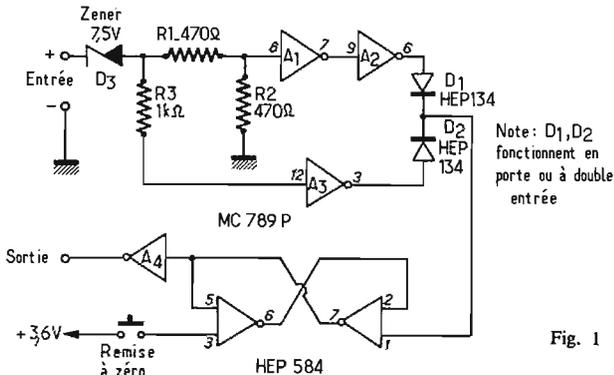

Fig. 1
**Les états logiques :** Les figures 1 et 2 sont, respectivement, les représentations logiques et schématiques du circuit dimensionné pour détecter un seuil de tension continue de 9 V. Si, à l'entrée, cette tension de seuil augmente ou diminue d'une quantité aussi faible que 0,5 V, le circuit se déclenche. La borne de sortie ( $A_4$ , broche 1) est au niveau zéro lorsque la tension aux bornes d'entrée est normale. Elle monte à plus de 3 V, positifs (circuit ouvert) lorsque le déclenchement est provoqué. Une fois déclenché, le circuit reste verrouillé jusqu'à ce que la tension d'entrée retourne à la normale et que le bouton-poussoir de remise à zéro soit actionné.
Dans le circuit de la figure 1, les diodes  $D_1$  et  $D_2$  fonctionnent comme une porte OU à diodes à double entrée.
aux dimensions de  $120 \times 30$  mm (Voir Fig. 1). Traçons des traits fins de repère comme cela est indiqué sur notre dessin.